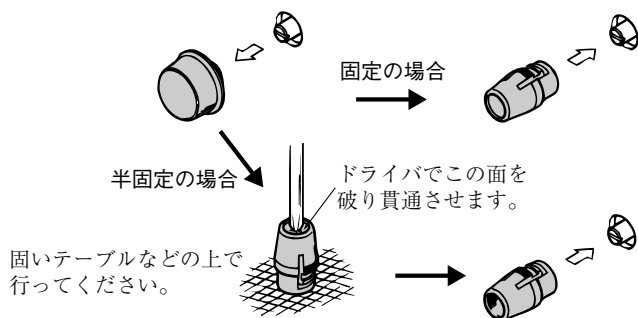

図 3-6 ガードキャップの取り付け
6. 図 3-6 のようにプラスドライバなどでガードキャップを貫通させます。